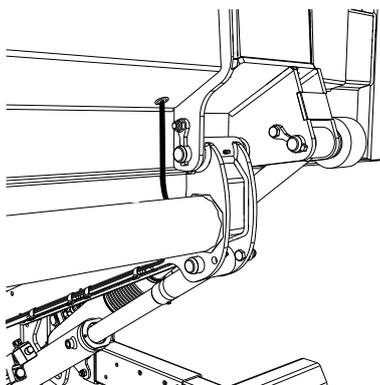
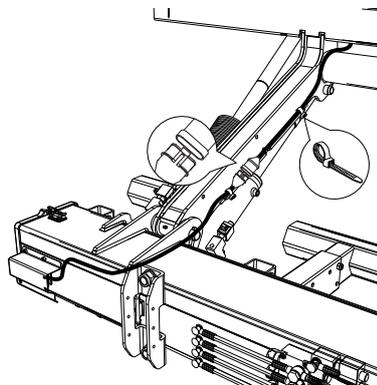
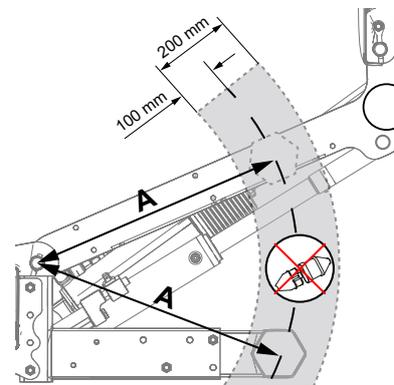

Abb. 77. Montage der Verkabelung
Abb. 78. Montage der Verkabelung
Abb. 79. Positionieren des Schnellsteckverbinders
2. Verlegen Sie dann das Kabel und befestigen Sie es mit Kabelbindern gemäß Abb. 77 und Abb. 78. Der Schnellsteckverbinder muss so positioniert sein, dass er während der Hubarmbewegung nicht mit dem Unterfahrerschutz kollidiert. Den Abstand (A) von der Mitte der Hubarmachse zur Mitte des Unterfahrerschutzes messen, siehe Abb. 79.
3. Denselben Abstand (A) am Hubarm messen, siehe Abb. 79.
4. Ordnen Sie den Schnellsteckverbinder dann mindestens 100 mm inner- oder außerhalb des Messergebnisses (B) an, siehe Abb. 79.